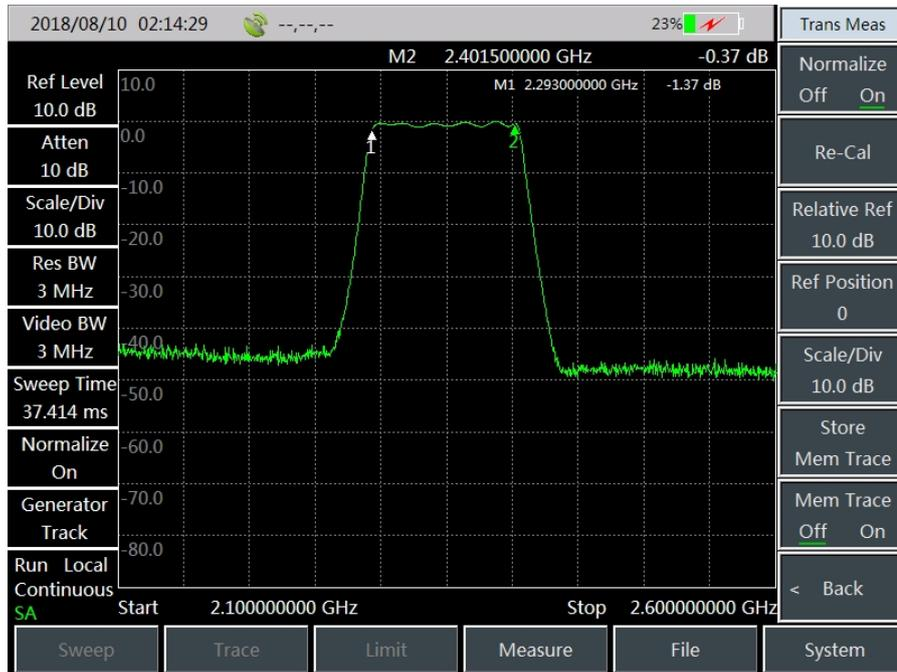

図4-27 2.3GHz～2.4GHz帯域通過フィルターの振幅-周波数特性図
2.3GHz～2.4GHz帯域通過フィルターの振幅周波数特性図は、図4-27に示す通りです：